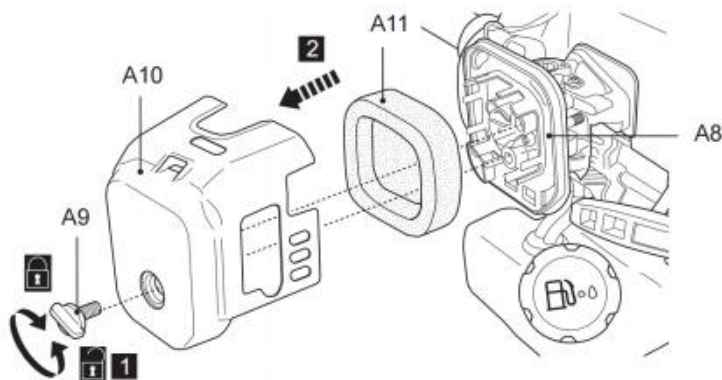

Fig. 77
1. Regularnie sprawdzaj filtr powietrza. W razie potrzeby wymień go na nowy (rys. 77).